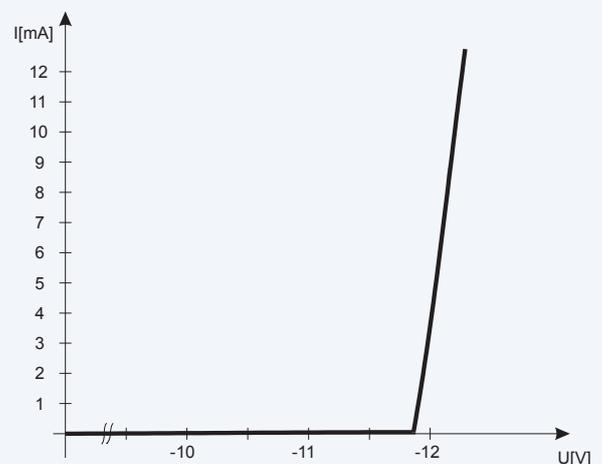

Bild 2: Kennlinie einer Zenerdiode.
**Bild 2** zeigt die typische Strom/Spannungskennlinie einer Z-Diode, in diesem Fall des Typs ZDP12. Wie Sie vielleicht schon an der „12“ in der Teilenummer erkannt haben, handelt es sich um eine Diode mit einer Durchbruchspannung (Z-Spannung) von 12 V. Das Diagramm zeigt, dass dieses Bauelement bei einer Spannung von etwas unter 12 V (11,87 V, um genau zu sein) zu leiten beginnt. Diese Spannung steigt dann geringfügig an, wenn der Strom weiter erhöht wird.